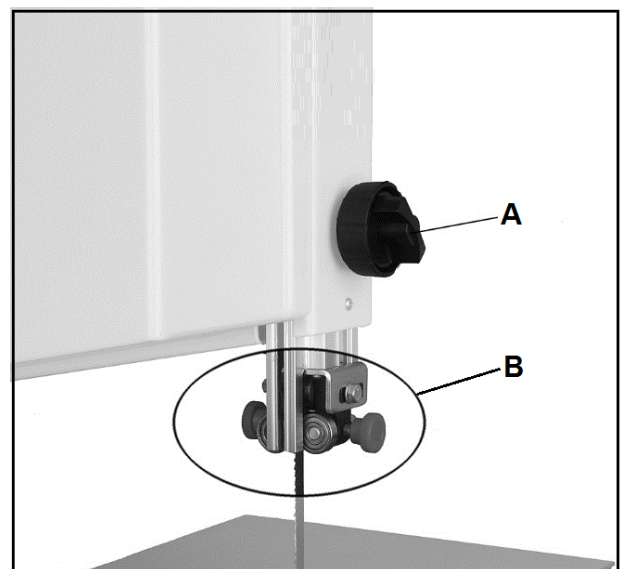

Fig. 18
Pour régler la hauteur de coupe, desserrer l'écrou à oreilles (A, Fig. 18) et déplacer le guide-lame supérieur et l'ensemble couvre-lame (B).